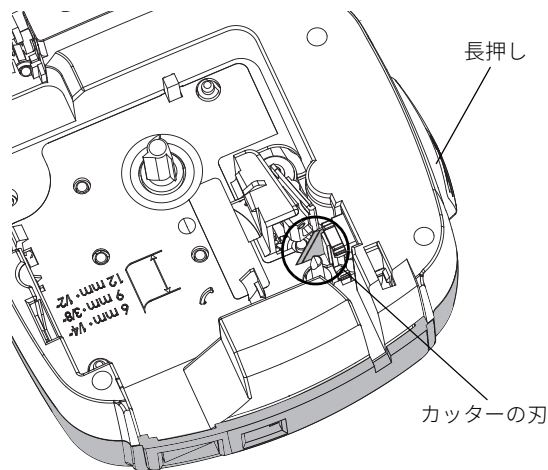

図7
- 2 カッターのボタンを長押しすると、カッターの刃が見えてきます。図7を参照してください。